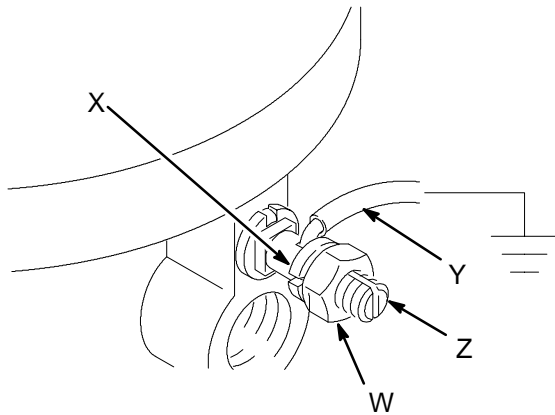

Abb. 1
- *Pumpe:* Erdungskabel und Klammer wie in Fig. 1 dargestellt verwenden. Sicherungsmutter (W) der Erdungsklammer und Scheibe (X) lösen. Ein Ende eines 1,5 mm2 dicken Erdungsdrahtes (Y) in den Schlitz (Z) in der Öse schieben und die Mutter fest anziehen. Das andere Ende des Drahtes mit einer guten Erde verbinden. Teilenummer 222011, Erdungsdraht und Klammer, bestellen.